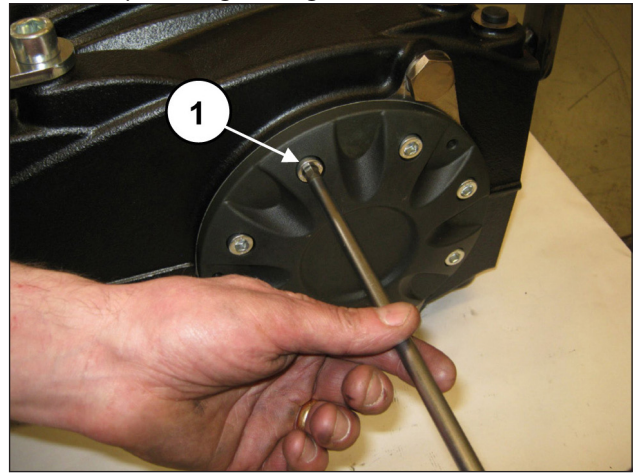
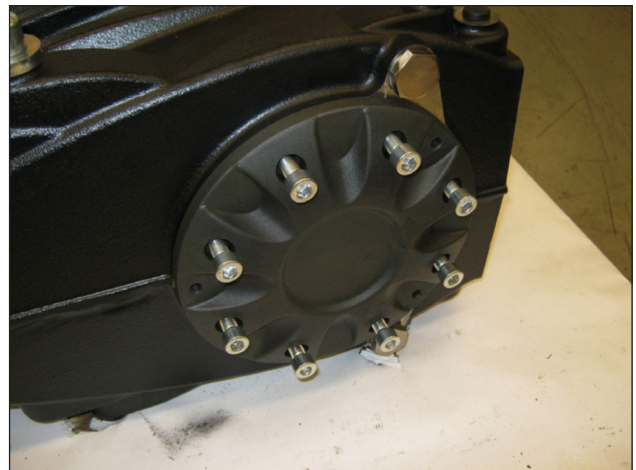

Fig. 26
Fig. 27
No lado oposto, solte os parafusos de fixação da cobertura do rolamento (pos. ①, Fig. 26 e Fig. 27).